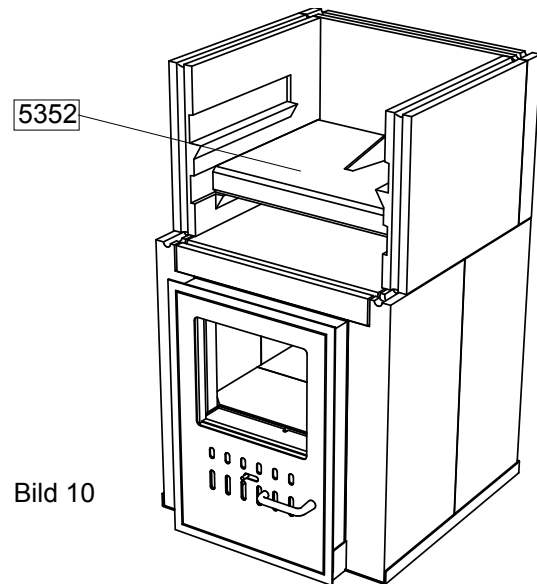

Bild 10
1. Zwischeneindeckung - Bild 10